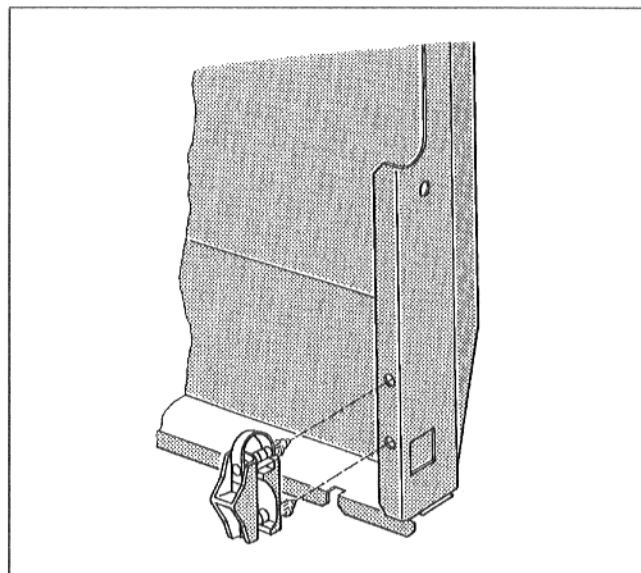

Fig. 8
- Inserire il fermo antitrazione anteriormente a destra o sinistra, a seconda della battuta dello sportello del bruciatore inserendo i due perni nei fori della piegatura del pannello laterale (Fig. 8).